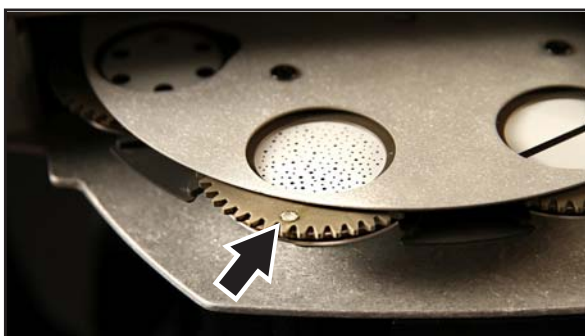

Bild 11: Entfernen eines drehbaren Gobos
3. Siehe Bild 11. Drehen Sie das zu ersetzende Gobo, bis der Magnet im Gobohalter (Pfeil) auf eine Referenzposition (z.B. zu Ihnen und am äußeren Rand) zeigt. Die Magnete aller Gobohalter weisen nun in diese Position.
4. Siehe Bild 11. Fassen Sie den Gobohalter am Rand und ziehen Sie ihn aus der Feder.